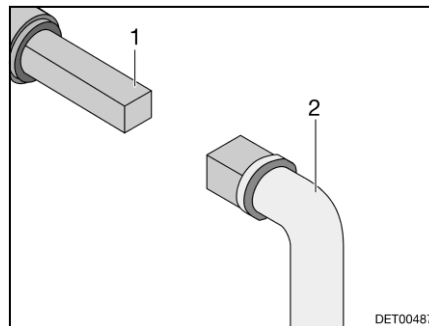

Fig. 67 Utilizzo del rubinetto di scolo delle acque grigie
- Inserire la chiave (Fig. 67,2) sul perno quadro (Fig. 67,1).